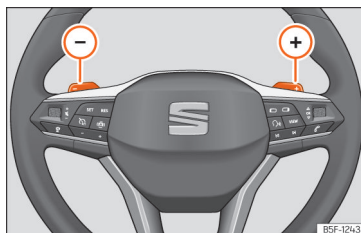

Fig. 92 Volante: alavancas para mudança automática de velocidades.
- Pressione a alavanca de mudanças (+) para engrenar uma velocidade mais alta >>> Fig. 92.